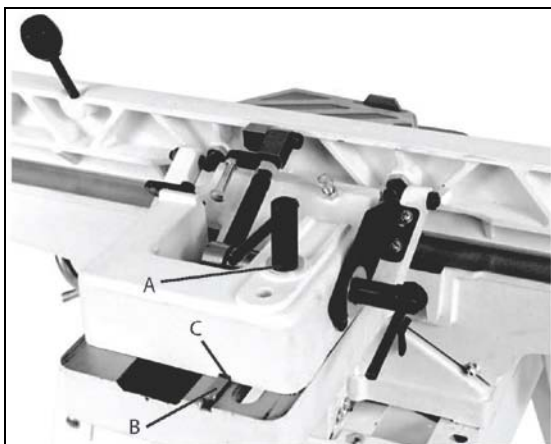

Рис. 8
1. Ослабьте ручку блокировки (А, рис. 8) на корпусе узла упора .
2. Поместите корпус узла упора на площадку основания столов. Удостоверьтесь, что направляющая пластина (В, Рис., 8) на площадке основания столов совпадает с пазом (С, рис. 8) на корпусе упора.